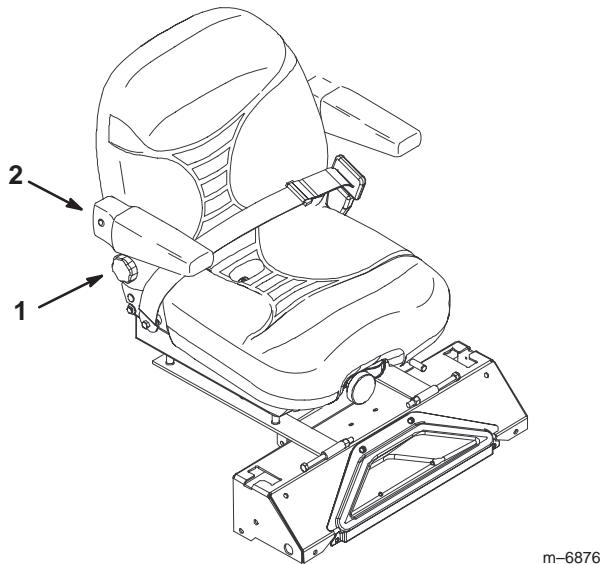

Figure 26
- Pour ce faire, tournez le bouton situé sous l'accoudoir droit dans un sens ou dans l'autre pour obtenir la position la plus confortable (Fig. 26).